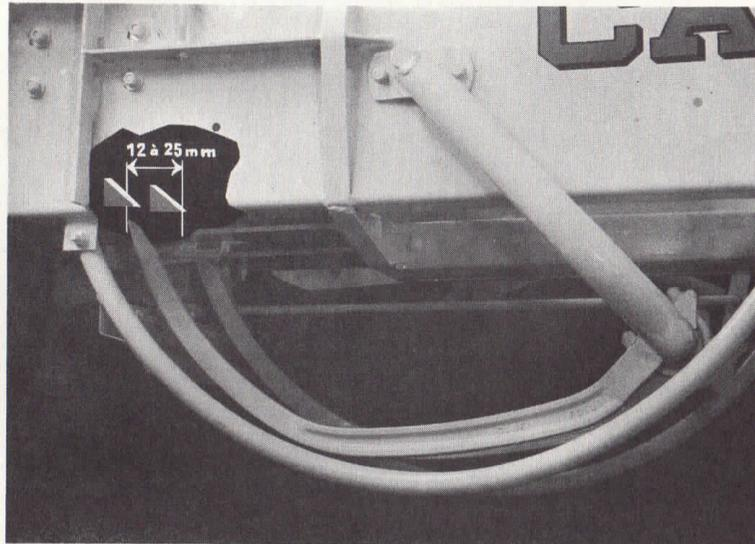

Fig. 7. — Réglage des aiguilles par rapport au presseur (c).
- c) Monter alors la chaîne de commande des noueurs qui sera tendue par le pignon tendeur ou pour un réglage plus précis, retirer les deux boulons du pignon inférieur et le tourner d'un trou soit vers la droite, soit vers la gauche de façon qu'une distance de 12 à 25 mm soit respectée entre la pointe des aiguilles lorsqu'elles pénètrent dans le couloir et les pointes des goussets triangulaires du tasseur (figure 7).